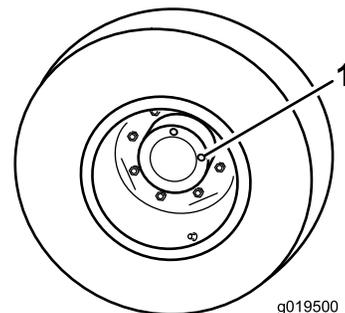

Figure 65
1. Amenez la machine sur une surface plane et horizontale, tournez la roue de sorte qu'un bouchon de contrôle (Figure 65) soit à la position 12 heures et l'autre à la position 3 heures.
- Retirez le bouchon qui est à la position 3 heures (Figure 65).